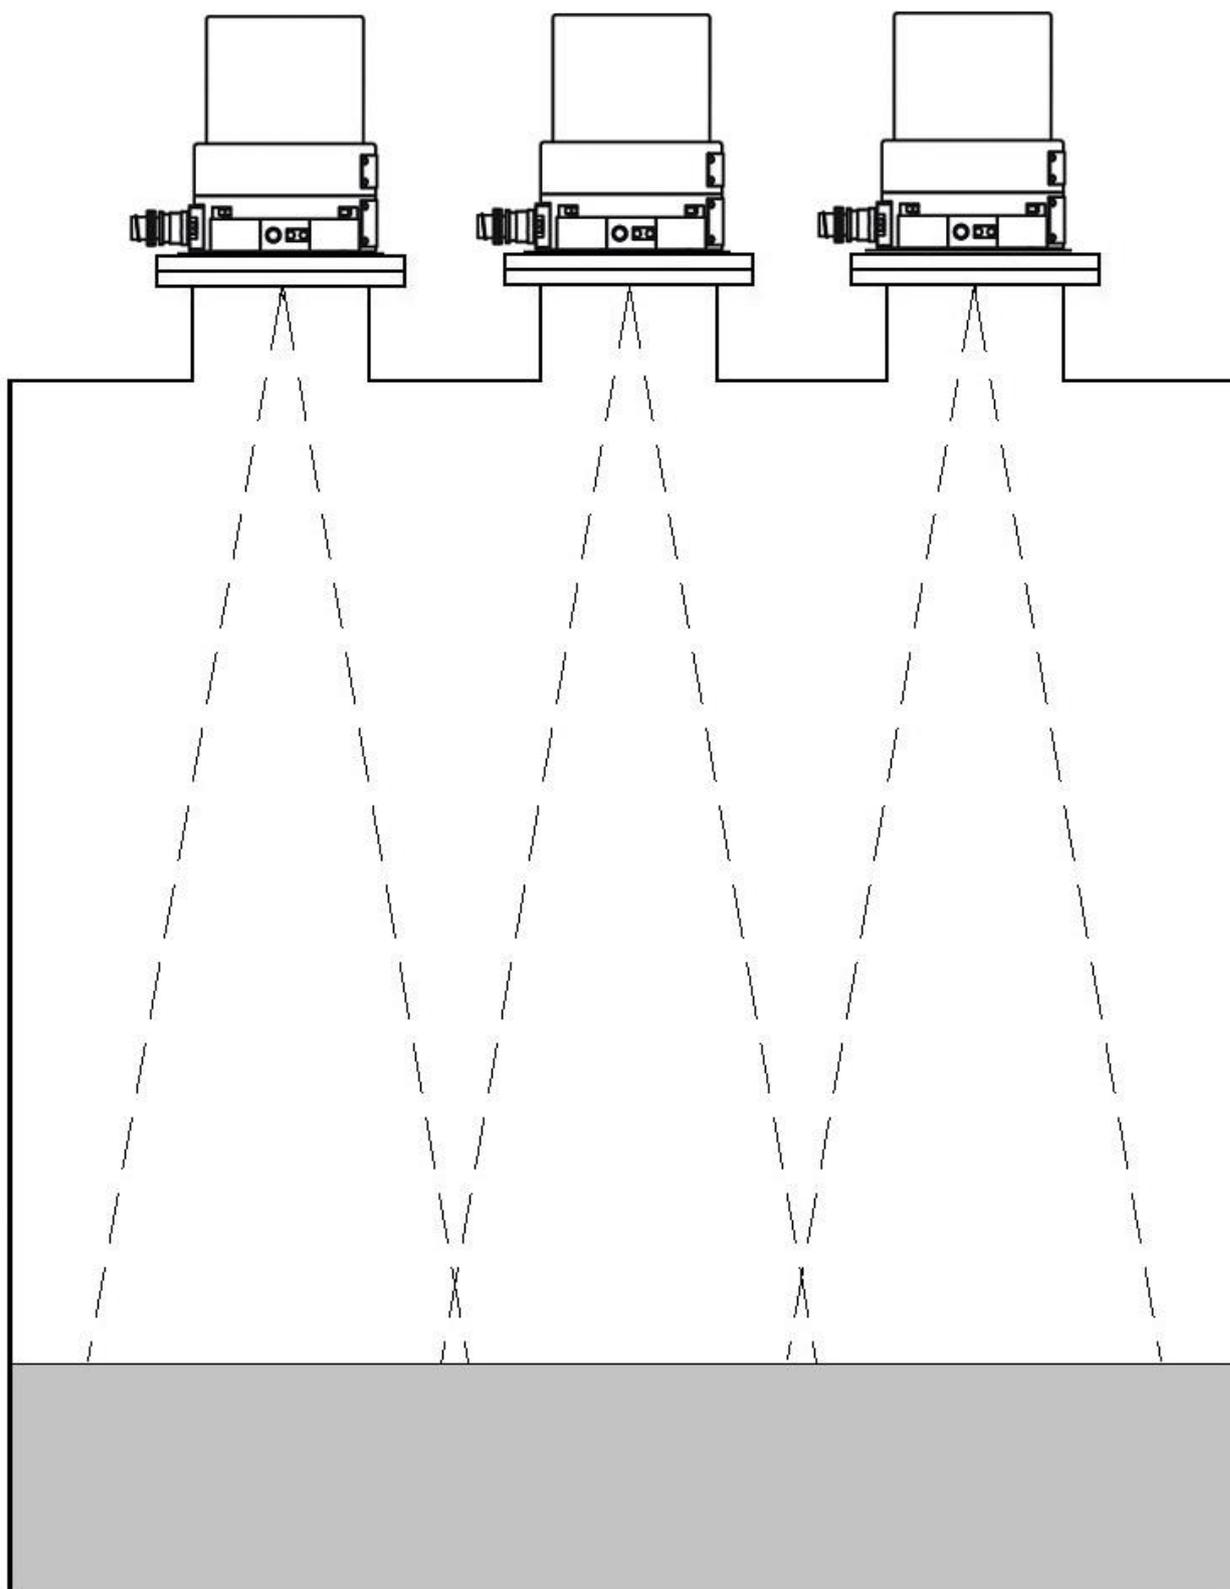

Рис. 4.9. Установка нескольких уровнемеров на одном резервуаре.
**Допускается** установка нескольких уровнемеров на одном резервуаре (Рис. 4.9). На качество измерения это не влияет. В уровнемерах используется линейная частотная модуляция (FMCW), поэтому излучаемые приборами частоты в конкретный момент времени различны, что **исключает взаимное влияние одного уровнемера на другой, даже если они установлены рядом.**